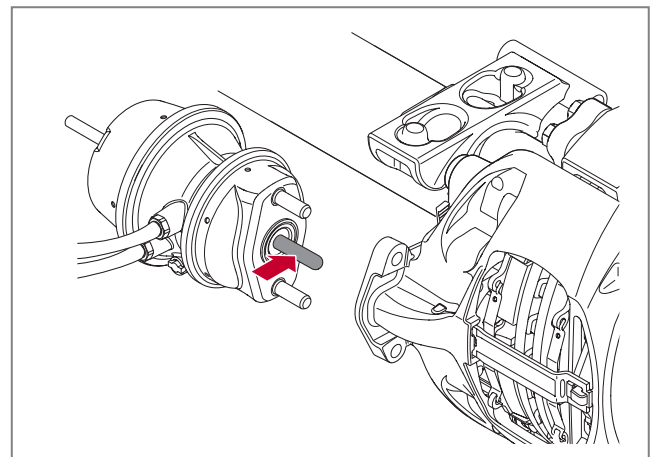

Abb. 25 - Kolbenstange
7. Bei demontiertem und gesichertem Bremszylinder sollte die Kolbenstange des Bremszylinders in Ruheposition ca. 15 mm herausragen, *siehe* ► Abb. 25.